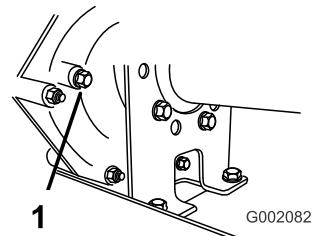

Figure 61
2. Enlevez le boulon de l'orifice de l'indicateur de niveau (Figure 61).